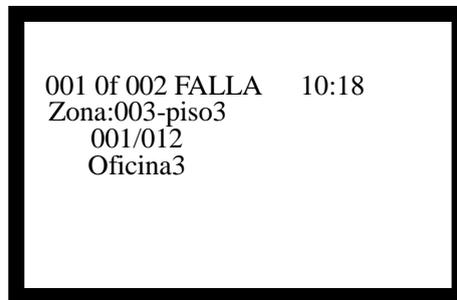

Fig. 5-5
- ¾ El LCD muestra mensaje de falla. La pantalla de falla así como en Fig. 5-5 en modo visualizador de zona, y en Fig. 5-6 en modo visualizador de loop.